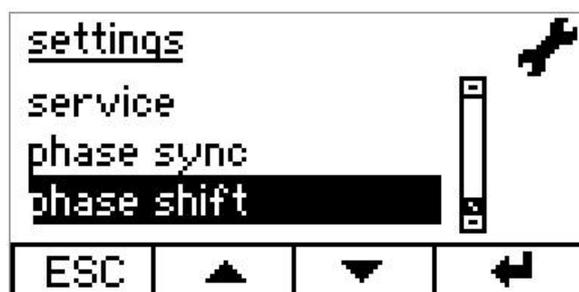

Рисунок 6.2.1. Меню настроек
2. Используйте навигационные кнопки для выбора меню «Скорость фазового сдвига» (*phase shift speed*) и подтвердите кнопкой *Enter* (рис. 6.2.1.).